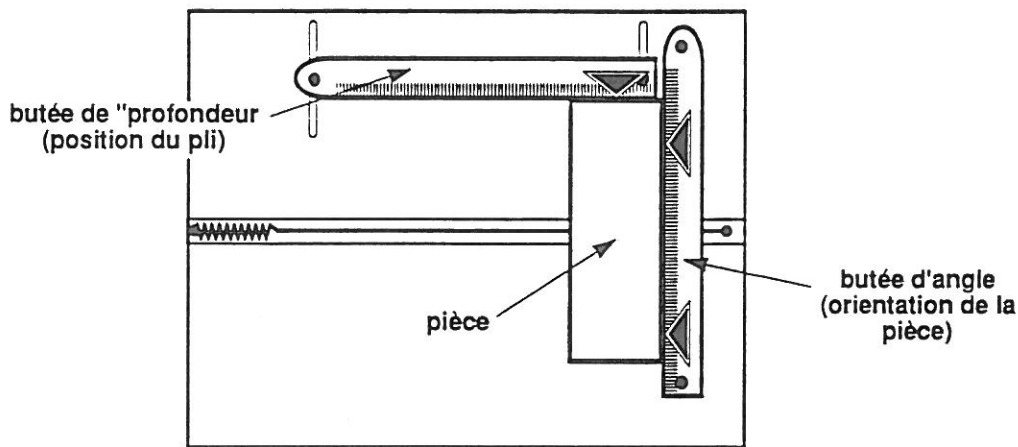

fig. 72
- La plieuse peut être équipée de butées (fig. 72) :